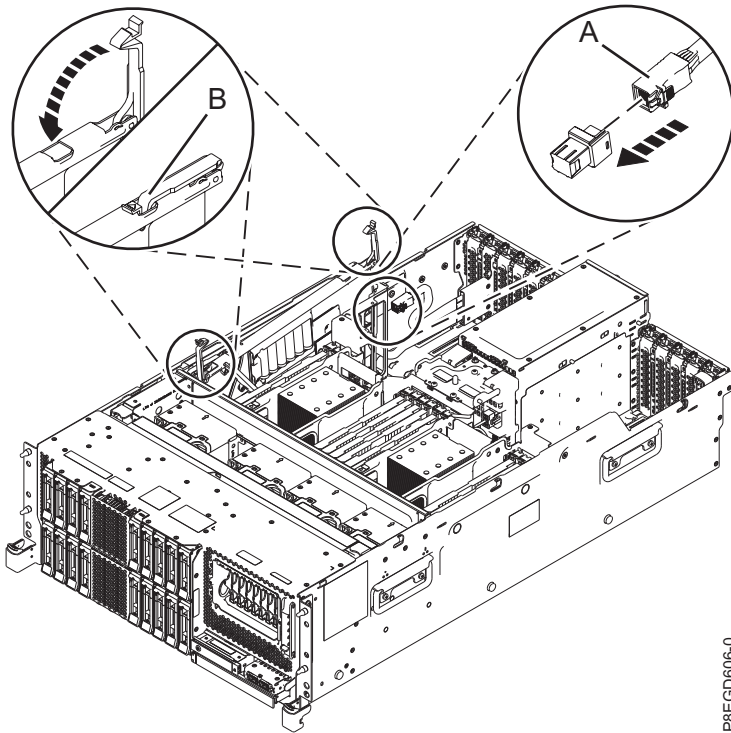

Figure 8. Remise en place du câble SAS arrière dans l'emplacement C15
7. Connectez le câble SAS arrière (**A**) au connecteur arrière de la carte interne SAS RAID, comme illustré à la figure 8, à la page 10.
8. Terminez l'installation de la carte interne SAS RAID en l'insérant complètement dans son emplacement. Assurez-vous que la carte est installée sur la broche de détrompage. Appuyez sur les poignées bleues (**B**) dans la direction illustrée. Pour plus d'informations, voir figure 8, à la page 10.